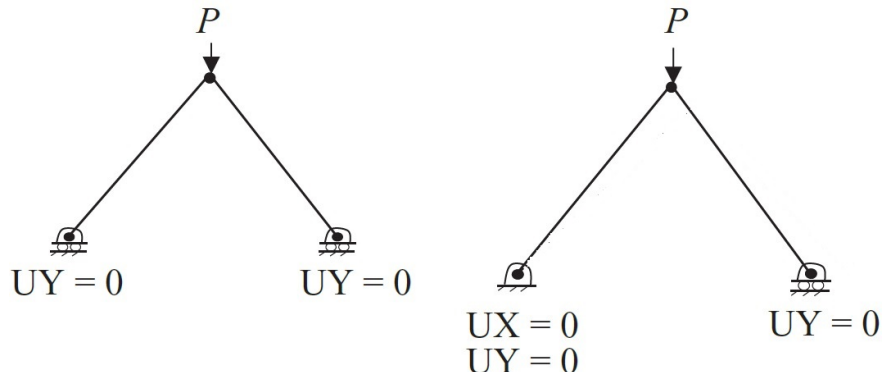

Figura 3: Prob 2.2
2. Para la estructura de barras de la derecha (Figura 3) se proponen dos condiciones de borde. Analizar si las condiciones de borde son correctas, justifique su respuesta **(0.5 Pts.)**. R: Ambas son incorrectas